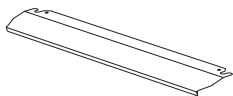

Figura 10
1. Një panel sigurie është i projektuar për të mbrojtur panelin e kontrollit dhe butonat kur furra është në modalitetin e skarës. (figura 10)